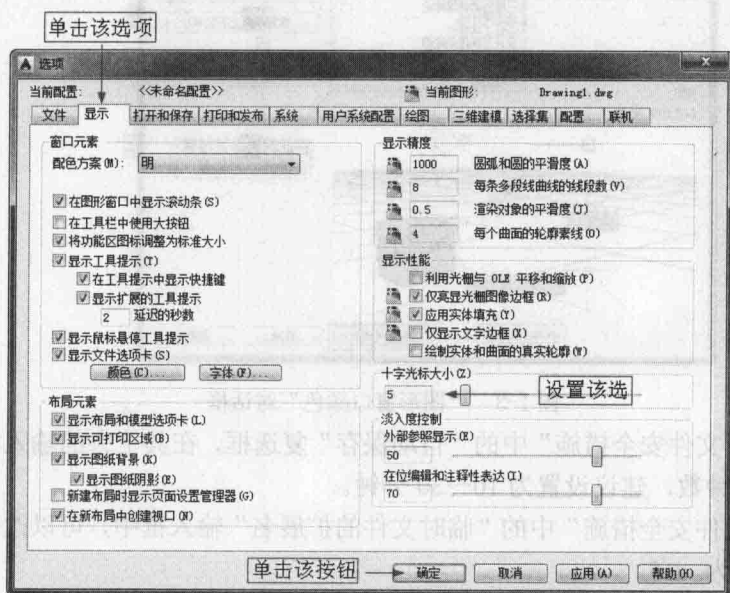
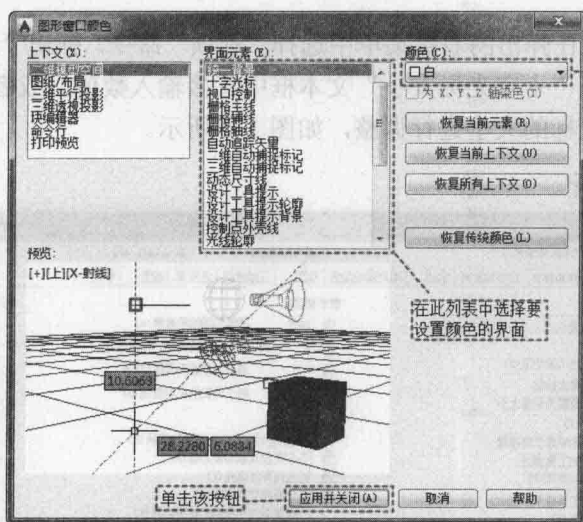

图 1-2 “选项”对话框中的“显示”选项卡
图 1-3 “图形窗口颜色”对话框
在绘图区右键单击, 在弹出的右键菜单中选择“选项”命令, 弹出“选项”对话框。单击“显示”选项卡, 在“十字光标大小”文本框中直接输入数值, 或者拖动文本框后的滑块, 即可以对十字光标的大小进行调整, 如图 1-2 所示。
(1) 在图 1-2 所示的“显示”选项卡中单击“窗口元素”选项组中的“颜色”按钮, 弹出如图 1-3 所示的“图形窗口颜色”对话框。
(2) 单击“图形窗口颜色”对话框中“颜色”字样右侧的下拉箭头, 在打开的下拉列表中, 选择需要的窗口颜色, 然后单击“应用并关闭”按钮, 此时 AutoCAD 的绘图窗